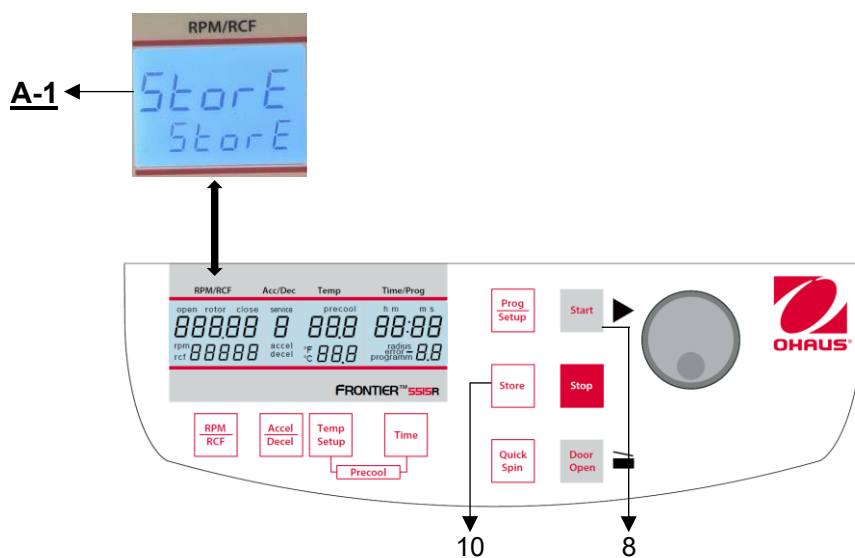

Figura 30
Tutte le impostazioni modificate devono essere confermate con il tasto **"Start"** (8) o **"Store"** (10). La parola **"Store"** appare sul display **"RPM | RCF"** (A-1) - Solo allora le preselezioni sono valide (vedere Figura 30). Dopo aver memorizzato le impostazioni, è possibile passare nuovamente alla modalità di programma normale spegnendo la centrifuga per un breve periodo.